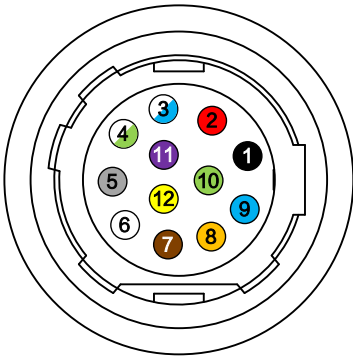

图4-4 12-pin 管脚
相机的电源及 I/O 接口为 12-pin P10 接口，如图 4-4 所示，对应的管脚信号定义请见表 4-3。
- 图 4-4 与表 4-3 中所示线芯仅为本公司销售的线缆线序以及对应的线芯颜色，若线缆不是从本公司购买，请以实际线序以及对应线芯颜色为准。